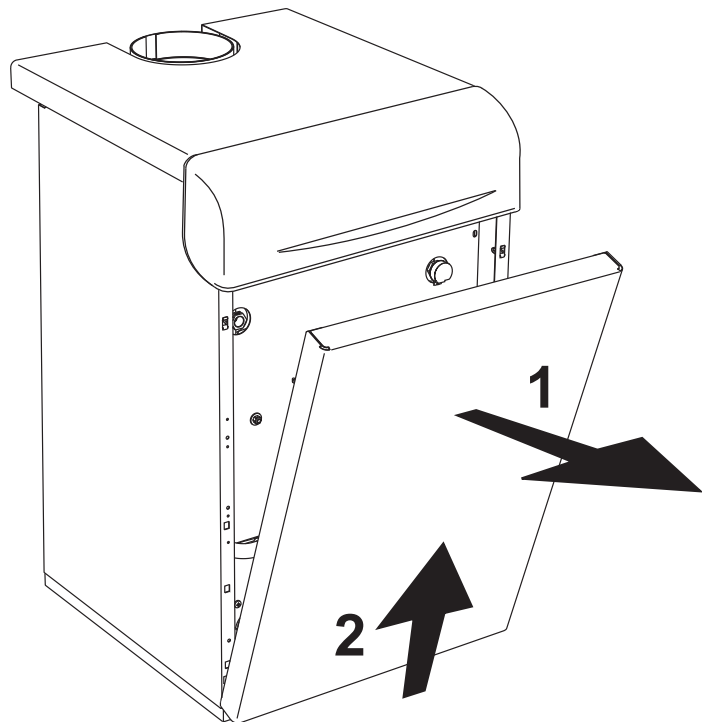

fig. 4 - Apertura pannello anteriore
Per aprire il pannello anteriore della caldaia, vedere la sequenza indicata nella fig. 4.
- Togliere il pannello anteriore della caldaia (fig. 4).